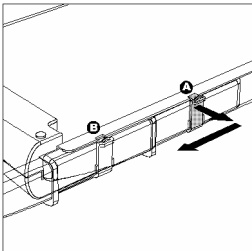

Bild 1
- 2 Der Schneidehebel ist an der Unterkante des Schneidebretts arretiert. Zum Entriegeln des Schneidehebels ziehen Sie dessen Verriegelung nach rechts ab (Bild 1, A) und schieben Sie diese dann nach vorne in Position B (Bild 1).